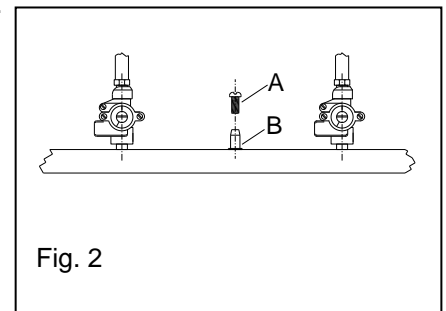

Fig. 2
4.1 Comprobación de la presión del suministro (Fig. 2)